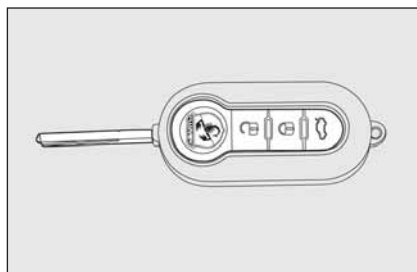
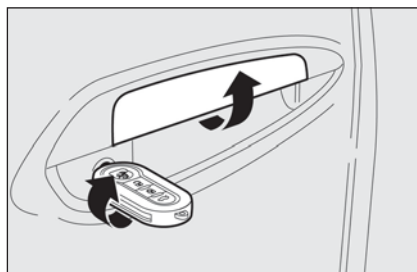
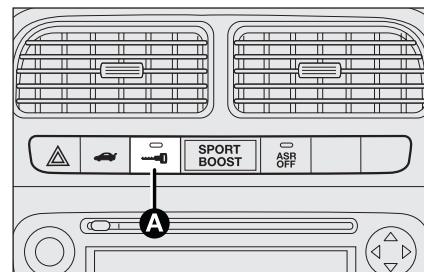

fig. 70
fig. 71
fig. 72
Con porte chiuse premere il pulsante  sul telecomando **fig. 70** oppure inserire e ruotare l'inserto metallico nella serratura della porta lato guida in senso orario **fig. 71**. L'avvenuto bloccaggio delle porte è segnalato dalla singola accensione del led sul pulsante **A-fig. 72**. Il blocco delle porte viene attivato solo se tutte le porte sono chiuse. Se una o più porte sono aperte a seguito della pressione del pulsante  sul telecomando **fig. 70**, gli indicatori di direzione ed il led presente sul pulsante **A-fig. 72** lampeggiano velocemente per circa 3 secondi. Se una o più porte sono invece aperte a seguito della rotazione dell'inserto metallico della chiave solo il led presente sul pulsante **A-fig. 72** lampeggia velocemente per circa 3 secondi. Se le porte sono chiuse ma il bagagliaio è aperto il blocco delle porte viene effettuato: gli indicatori di direzione (solo per blocco effettuato premendo il pulsante  **fig. 70**) ed il led presente sul pulsante **A-fig. 72** lampeggiano velocemente per circa 3 secondi. Con funzione attiva è comunque possibile sbloccare le serrature delle altre porte, premendo il pulsante **A-fig. 72** posto sul mobiletto centrale.
Effettuando una doppia pressione rapida del pulsante  sul telecomando **fig. 70** si attiva il dispositivo dead lock (vedere paragrafo "Dispositivo dead lock").
Premere brevemente il pulsante  **fig. 70** per avere lo sblocco delle porte a distanza, l'accensione temporizzata delle plafoniere interne e doppia segnalazione luminosa degli indicatori di direzione oppure
inserirlo e ruotare l'inserto metallico nella serratura della porta lato guida in senso antiorario come illustrato in **fig. 71**.
Premere il pulsante **A-fig. 72** per bloccare/sbloccare tutte le porte. Il pulsante è dotato di un led che indica lo stato (porte bloccate o sbloccate) della vettura. Quando le porte sono bloccate il led sul pulsante è acceso ed una pressione del pulsante provoca lo sblocco centralizzato di tutte le porte e lo spegnimento della spia. Quando le porte sono sbloccate il led è spento ed una pressione del pulsante provoca il blocco centralizzato di tutte le porte. Il blocco porte viene attivato solo se tutte le porte sono correttamente chiuse.
non sarà possibile effettuare lo sblocco tramite il pulsante **A-fig. 72** ubicato tra i comandi su plancia.
- pulsante **A-fig. 72** di blocco/sblocco;
Il dispositivo si inserisce automaticamente su tutte le porte nel caso in cui si effettui una doppia pressione rapida sul pulsante **1** sulla chiave con telecomando **fig. 70**.
L'avvenuto inserimento del dispositivo è segnalato da 3 lampeggi degli indicatori di direzione e dal lampeggio del led ubicato sul pulsante **A-fig. 72** ubicato tra i comandi su plancia.